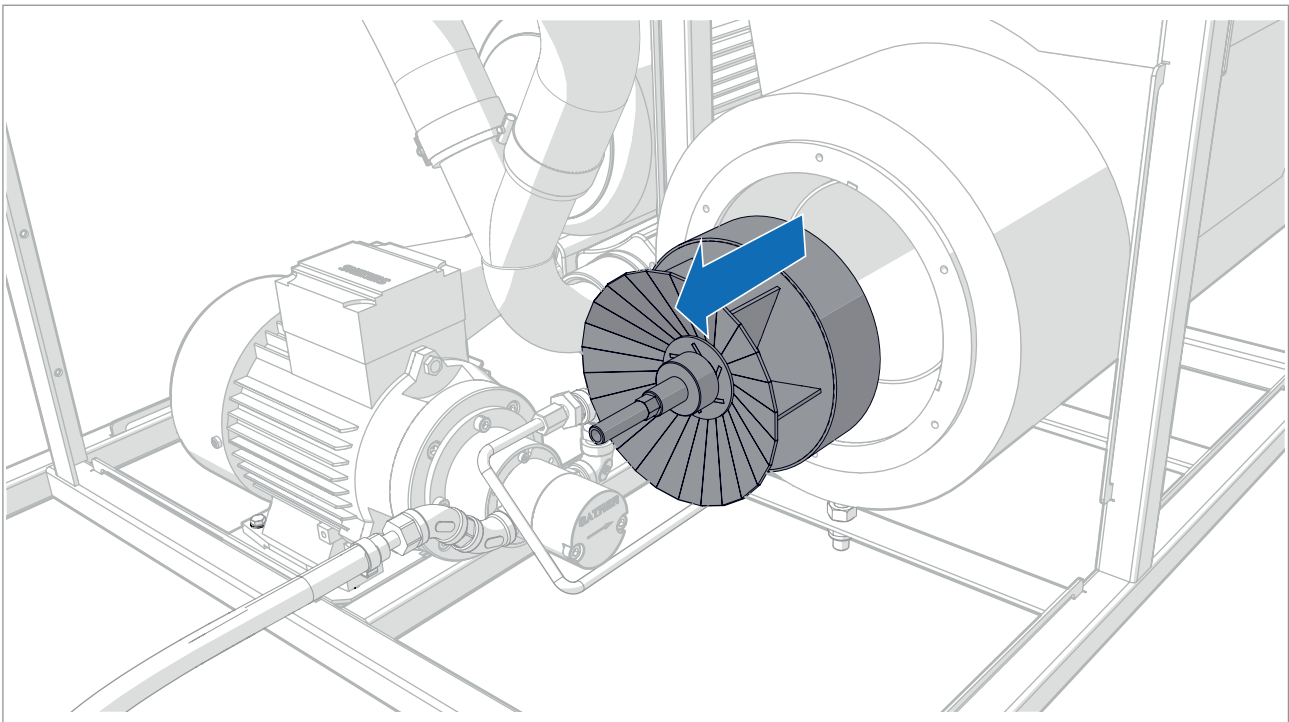

Abbildung 7 Düse austauschen
3. Tauschen Sie die Düse aus (siehe Abbildung 7).